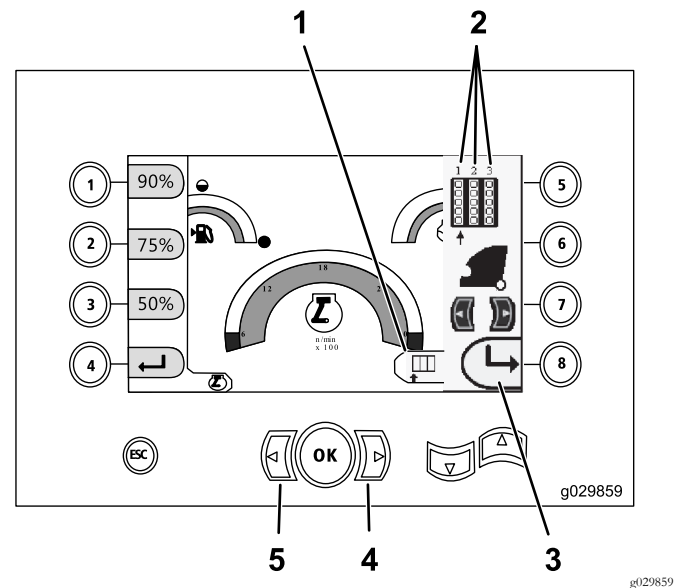

Bild 25
Hinweis: Das Symbol für Taste 8 gilt nur für Softwareversionen K und höher (Bild 25).
1. Drücken Sie die Taste „Pfeil-nach-links“, um die Nummer der Reihe auszuwählen, auf die Sie zugreifen möchten (Bild 25).
2. Platzieren Sie den Pfeil unter die Reihenummer, auf die Sie zugreifen möchten, und drücken Sie dann die Taste (Bild 25), um das Seitenfenster auszublenden.